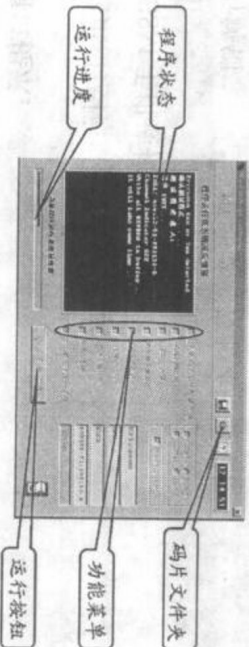

图 2-9
(1) 维修操作程序
- ① 双击 “Erser'32c.” 图标, 将会出现如图 2-9 所示的操作界面。